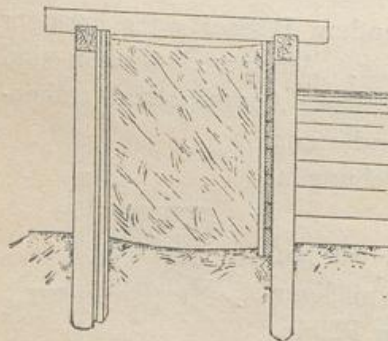

Abb. 170.
4. Kastenfangedämme (Abb. 170) kommen zur Anwendung wenn wegen höheren Wasserdruckes und größerer Strömung einfache Spund- oder Bohlenwände mit einseitigem Erddamm nicht ausreichend dicht sein würden.
Dichtungsstoff einbringt und stampft. Die Wände sind oben durch Zangen versteift, die auf die Holme aufgekämmt werden. (Statt dieser Zangen werden auch eiserne Zuganker verwendet und dann die Holme an der Außenseite der Pfähle auf Knaggen gelagert und befestigt.) Abb. 170 zeigt an der Innenseite eine Spundwand, an der Außenseite eine Wand aus Brettafeln.